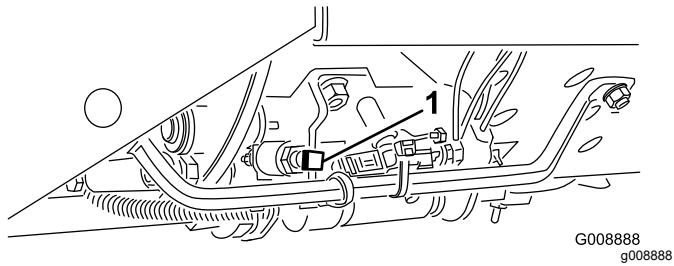

Bild 22
**Wichtig:** Die Mähgeschwindigkeit wird im Werk auf 9,7 km/h eingestellt. Diese Geschwindigkeit können Sie durch das Einstellen der Geschwindigkeits-Anschlagschraube verstehen (Bild 22).